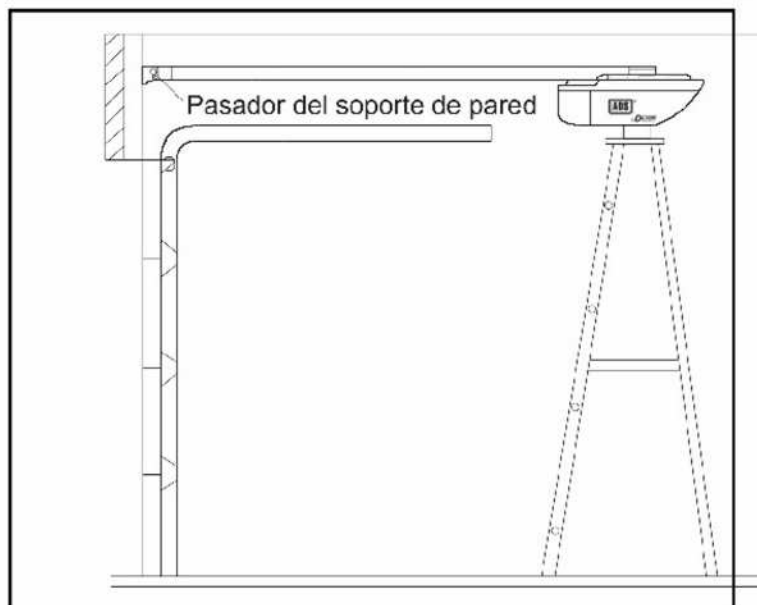

Fig.8
- Levante y apoye el Abrepuertas de Garage con una escalera, y alinee el Riel con la línea central marcada en el Portón, el Riel debe quedar a nivel (Fig.8).